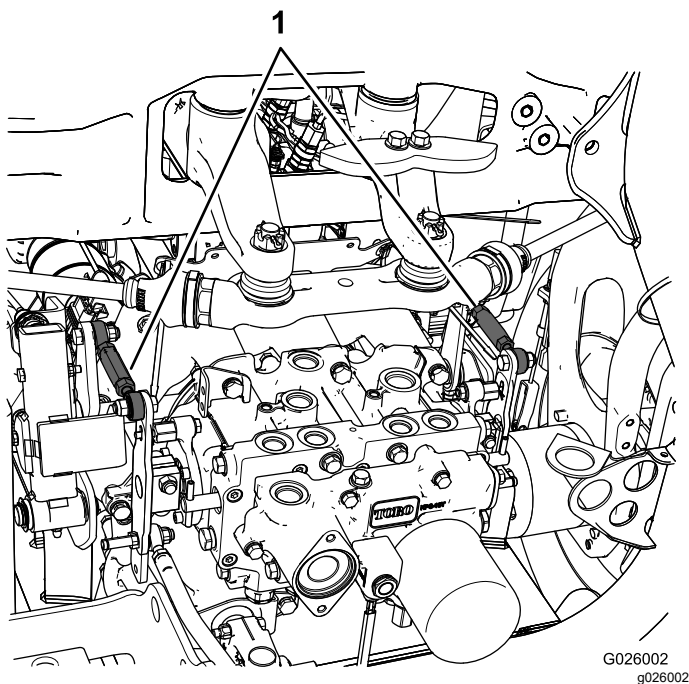

Figura 87
- Si el neumático trasero izquierdo está girando, afloje las contratuercas de la varilla de control de la transmisión del lado izquierdo (Figura 87).